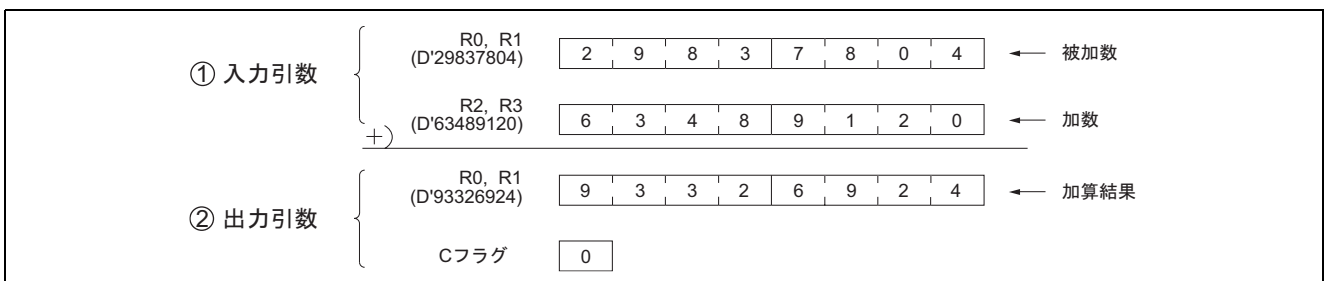

図 19-2 ソフトウェア ADDD1 の実行例
(2) 図 19-2 にソフトウェア ADDD1 の実行例を示します。